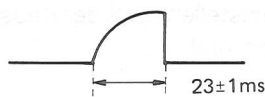

Abbildung 38
3. Indem Sie TP4 mit einem Oszillograph beobachten (internes Triggersignal), R788 so einstellen, daß der in Abbildung 38 gezeigten Anforderung Genüge geleistet wird.